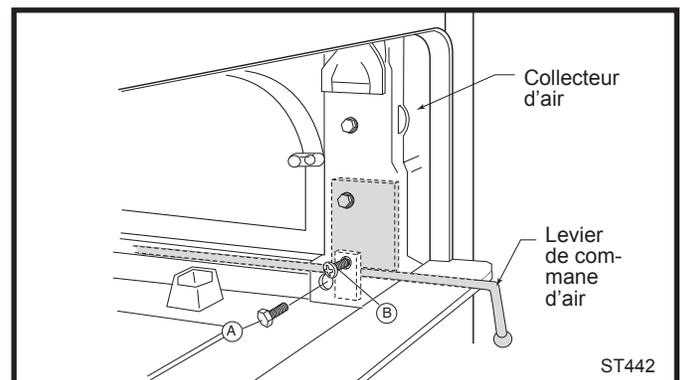

Fig. 30 Réglage du levier de commande d'air primaire.
Au fil du temps, le contrôle de l'admission d'air peut se serrer ou se desserrer. Pour ajuster la tension sur le contrôle, laissez le poêle refroidir à température ambiante. Ouvrir la porte latérale de chargement et regarder dans la direction du côté intérieur du panneau avant du poêle. (Fig. 30) Localiser le boulon à tête hexagonale inférieure (A) sur le collecteur d'air primaire se trouvant juste derrière la porte. Retirer le boulon avec une clé à extrémité ouverte ou une clé à rochet munie d'une douille pour accéder à la vis de réglage (B) se trouvant à l'intérieur du collecteur. Insérer un tournevis cruciforme dans ce trou et tourner la vis dans le sens horaire pour augmenter la tension, antihoraire pour diminuer la tension. Faire les ajustements par petits essais et tester le fonctionnement. Replacer le boulon à tête hexagonale lorsque vous avez terminé.